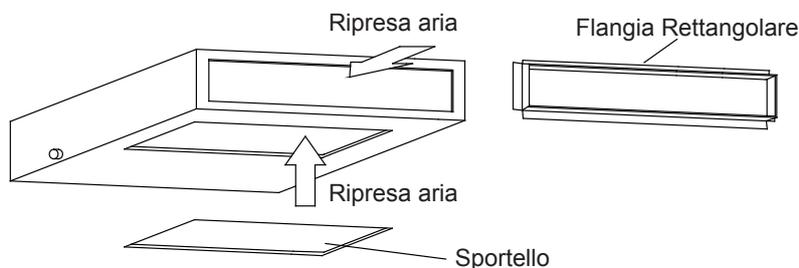

fig. 11
- a. Il percorso di installazione predefinito della flangia rettangolare è nella parte posteriore e la copertura aerea piastra di ritorno è in basso, come mostrato in Fig. 11.